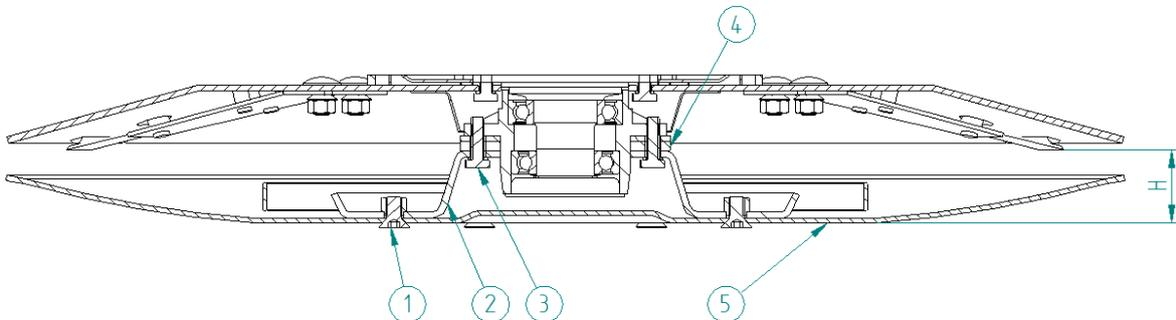

Abbildung 3: Einstellung der Mähhöhe (H =Mähhöhe)
- 3) Schrauben abnehmen (Abb.3 Pos. 1) und den Gleitteller abbauen (Abb.3 Pos. 5),
- 4) Schrauben abnehmen (Abb.3 Pos. 3), die den Stützteller befestigen und Stützteller abbauen (Abb.3 Pos. 2),
- 5) Die Mähhöhe einstellen (Abb.3 Pos.4 - Distanzringe),